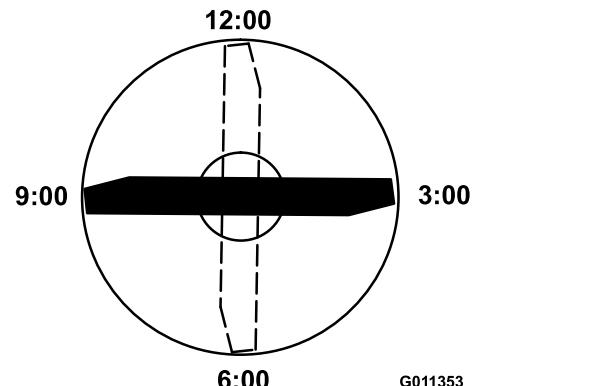

Figura 68
3. Posicione a extremidade de corte da extremidade marcada da lâmina na posição das 12 horas (a direito na direção do corte) e meça a altura da mesa à extremidade de corte da lâmina (Figura 68).
4. Rode a extremidade marcada da lâmina para as posições das 3 horas e das 9 horas e meça as alturas (Figura 68).